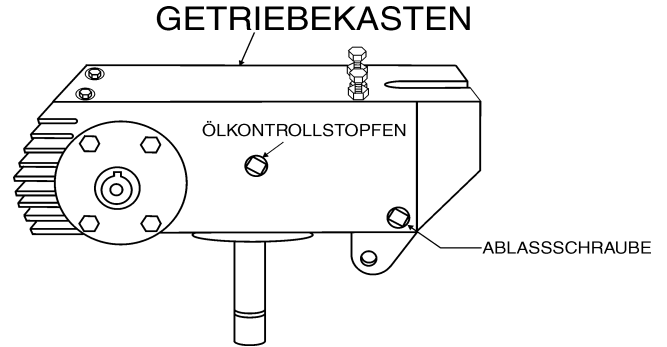

Abbildung 6. Ölstopfen am Getriebekasten
1. Überprüfen Sie den Getriebeölstand in beiden Getriebekästen durch Entfernen des Stopfens an der Seite des Getriebes. Siehe Abb. 6.